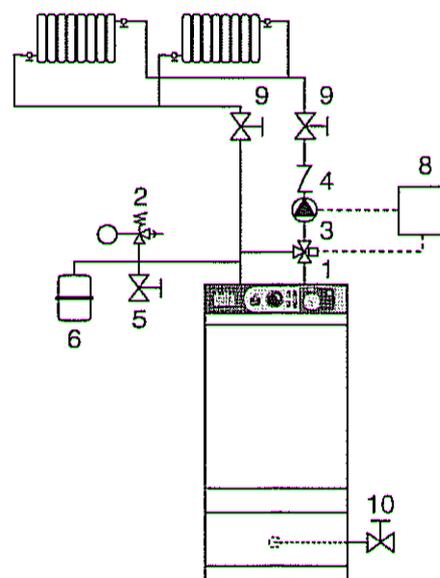

Fig. 3: Schéma hydraulique avec vanne mélangeuse motorisée
8. Régulation ACV 13 (voir kit de régulation page 5) (fig. 3)